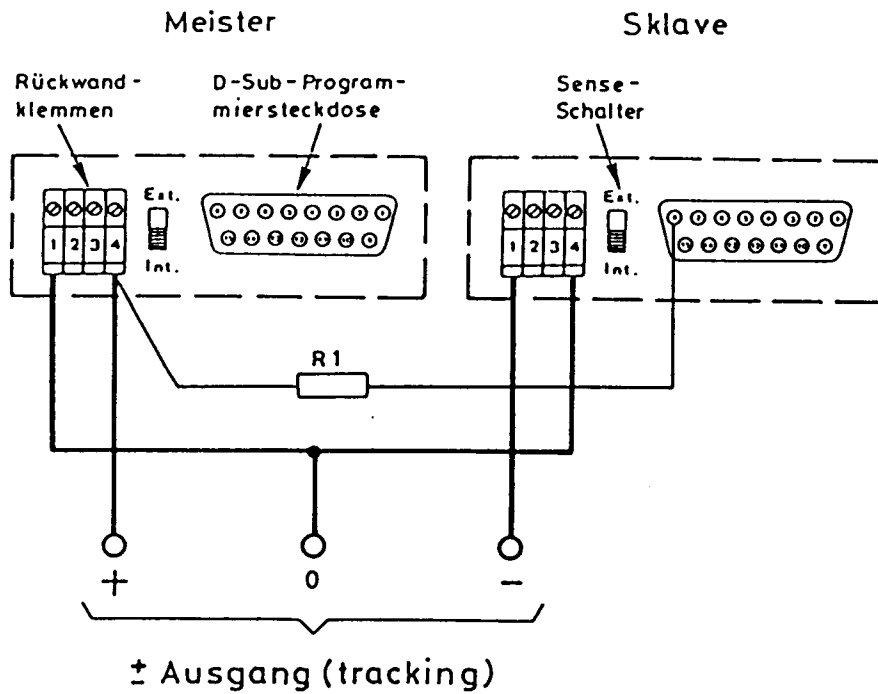

Fig. 3.8 Serieschaltung
- Die Stromversorgungen gemäss Fig. 3.8 verdrahten
Werden zwei Stromversorgungen mit gleichen Ausgangsdaten im "Meister-Sklave" Schaltung seriegelagert, steht auch eine praktische Doppelspeisung mit einem Plus- und Minus-Ausgang gegenüber dem Nullpunkt zur Verfügung, siehe Fig. 3.8.